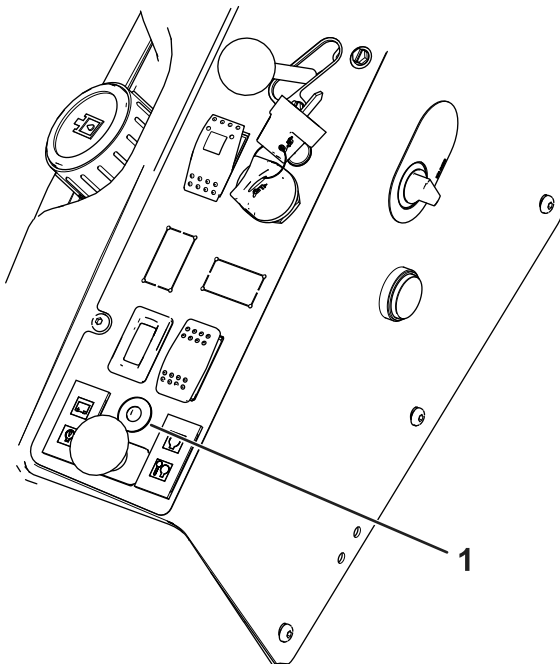

Bild 11
- i. Die LED-Leuchte (Bild 11) blinkt, wenn der Sensor kalibriert wird.
Die Leuchte und der Signalgeber zeigen den Grad der Steigung an (Bild 11):